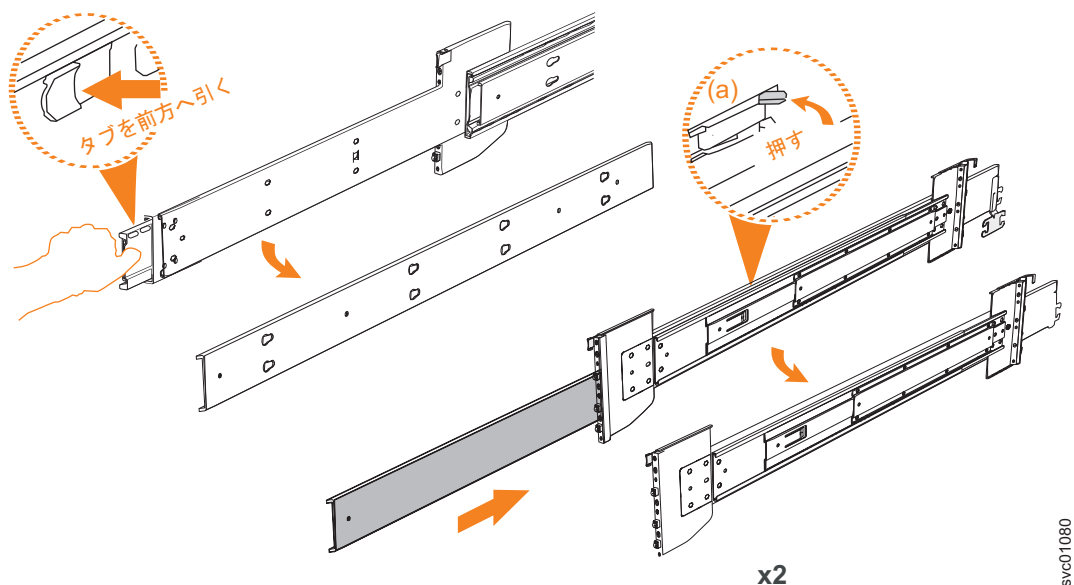

図 55. レールの内部セクションの切り離し
3. レールの内部メンバーを取り外します。タブ (**a**) を押し、中央のレール・メンバーをスライドさせて戻します (70 ページの図 55 を参照)。